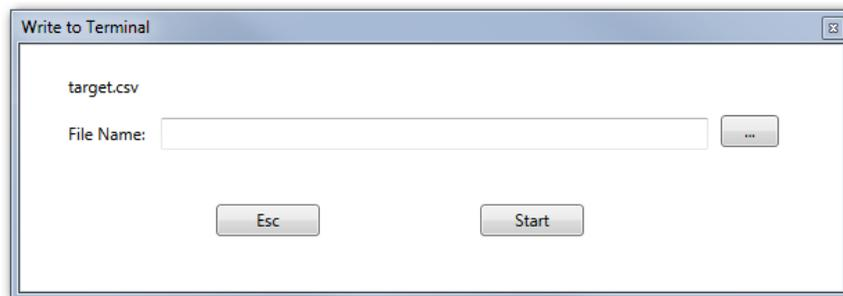

Abbildung 3-8: Dialog „Zum Terminal schreiben“
3. Nachdem Sie das Symbol **Zum Terminal schreiben** ausgewählt haben (Schritt 2), werden Sie in einem neuen Dialog (Abbildung 3-8) zur Eingabe des Namens der zu übertragenden Datei aufgefordert. Dies ist der Name, den die Datei beim Speichern auf den PC erhalten hat.
4. Geben Sie im Texteingabefeld **Dateiname:** (Abbildung 3-8) den Namen der vom PC zum Terminal zu übertragenden Datei ein.